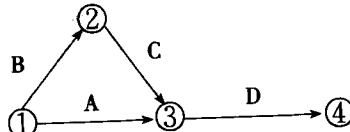
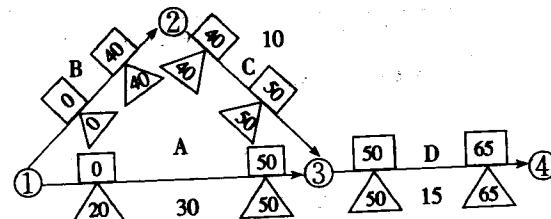

图 9-4
图 9-5
其矢线图如图 9-4:
(2) 结点日程和作业日程的概念。
由图 9-4 可知，从路线①→③→④有 20 天余量，在①→③中，最早开工时间是 0，最早结束时间是 30 天，接着要等 20 天，才可进行⑤→④的工作，若等 20 天，迟开工的时间是 20 天，则最迟结束的时间是 50 天。
若用□表示最早，用△表示最迟，那么图 9-4 可用图 9-5 的时间关系来表示。